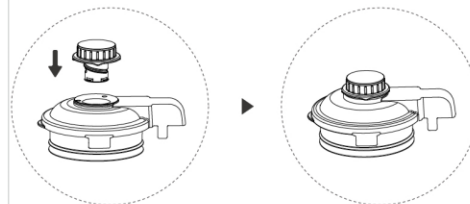

图7-1
1. 将热杯投料盖安装在杯盖上并压紧，组成热杯杯盖组件（见图 7-1）；